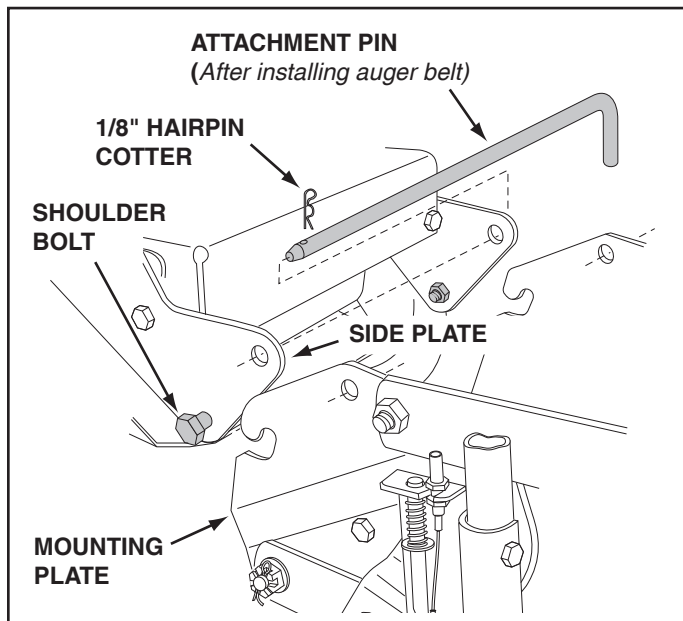

FIGURE 54
55: (SEE FIGURE 54)
STEP 58: (REFER BACK TO FIGURE 54 ON PAGE 24)